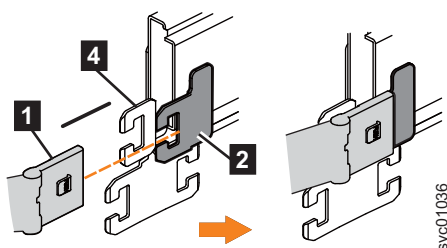

Figure 64. Installation du connecteur interne du CMA supérieur sur le membre interne de la glissière de support
2. Installez le connecteur interne de l'assemblage supérieur du CMA (**1**) sur le membre interne de la glissière de support gauche (**2**), comme illustré dans la figure 64 à partir des glissières de support externe et interne.